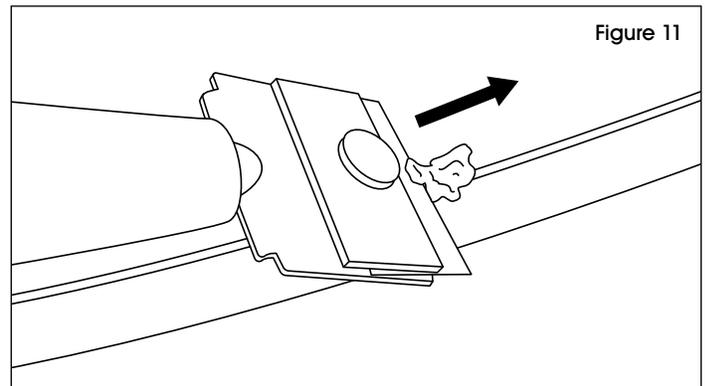

Figure 11
3. Une fois que le produit de rebouchage a séché, utilisez une lame de rasoir pour gratter l'excédent de la surface stratifiée. (Voir Figure 11)